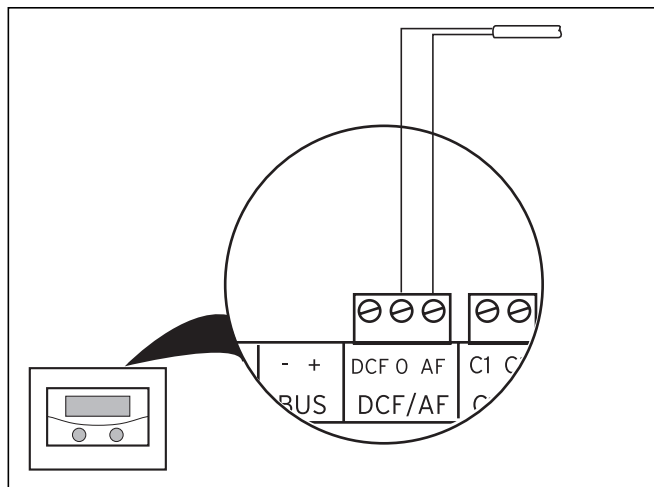

Fig. 4.16 Racordarea senzorului extern VRC 693
- Cablați senzorul extern VRC 693 corespunzător Fig. 4.16.